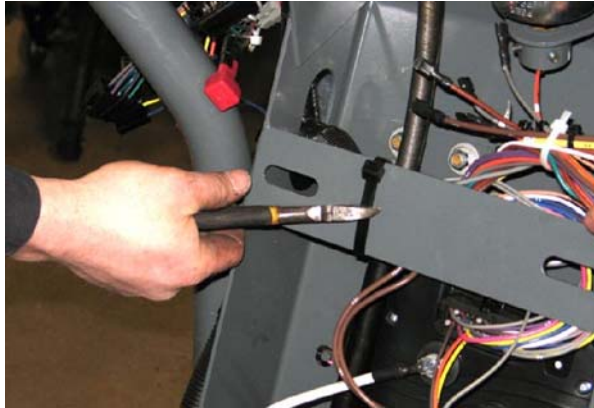

ABB. 14
14. Durchtrennen Sie die Kabelbinder der beiden Lenkkanal-Querträger. (Abb. 14)